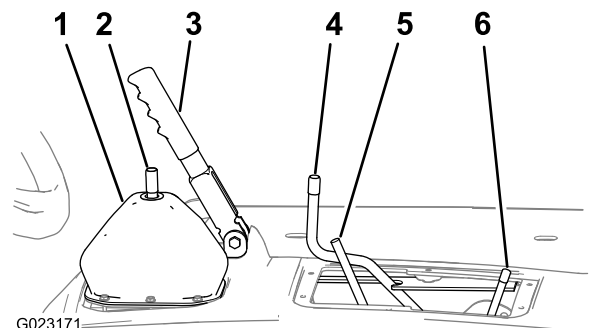

Figura 11
1. Compruebe que el freno de estacionamiento está puesto (Figura 11).
2. Mueva la barra del bloqueo del diferencial hacia delante y hacia la derecha (Figura 11).